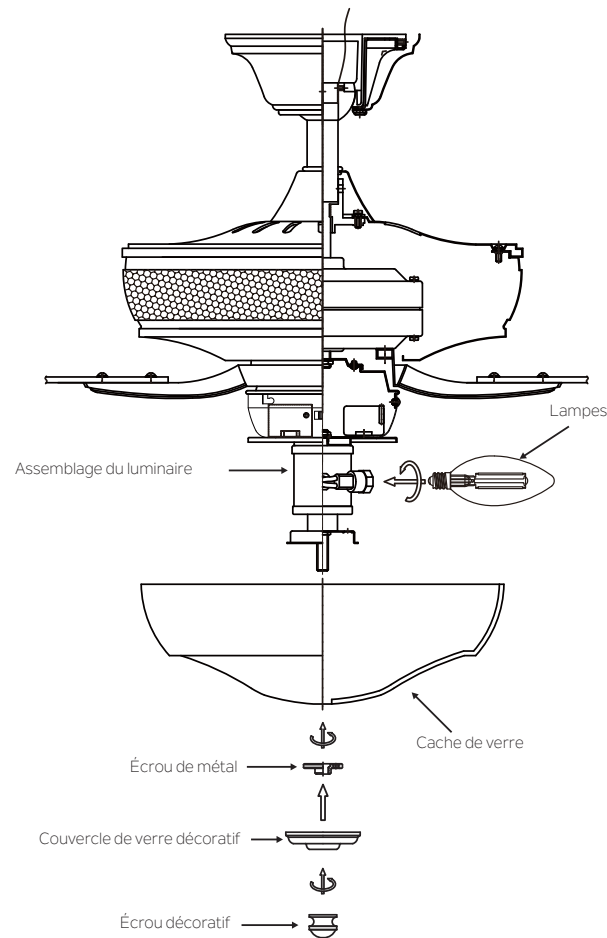

Fig. 20
Étape 2. Retirer l'écrou décoratif, le couvercle de verre et l'écrou de métal de la tige du luminaire. Placer le cache de verre par-dessus la tige du luminaire et fixer le cache avec un écrou de métal (côté caoutchouté sur le verre). (Fig. 20)